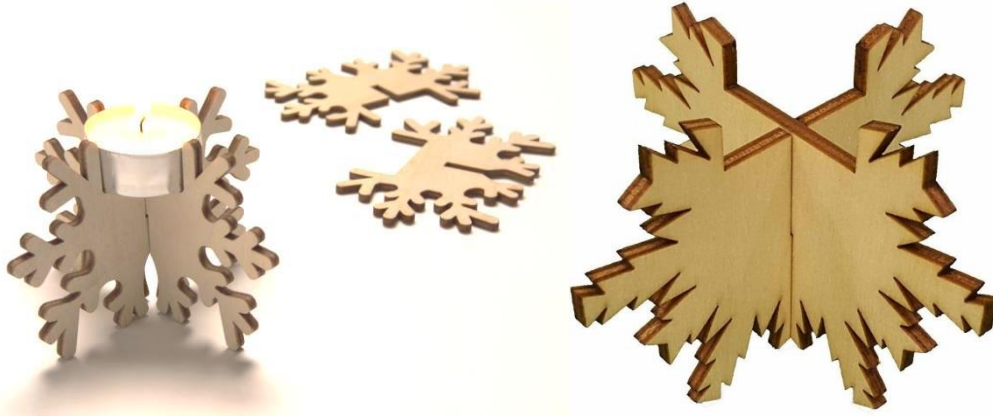

Рис. 1. Наглядное изображение примерного изделия
1. По указанным данным сделайте модель подставки для свечи. (Рис. 1).